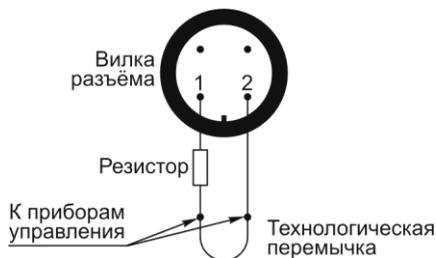

Рис. 5. Схема подключения МПП к линии пуска
6.5. Подсоединить линию запуска согласно рис. 5 с учетом требований, изложенных в разделе 5. При подсоединении модуля к внешней линии пуска, технологическую переключатель разомкнуть, провода линии пуска подпаять в местах разрыва. Полярность значения не имеет. Место пайки заключить в муфту (поз 5, рис. 1).